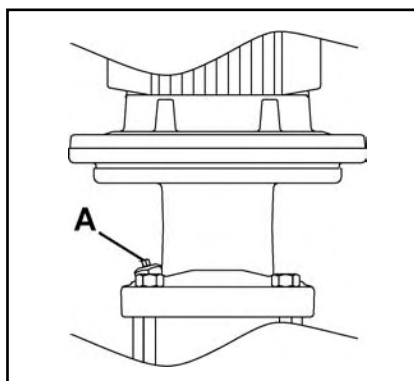

Fig. 6 17526
1. Løsn spædeproppen (A, Fig. 6) 1-2 omgange, indtil der kommer vand og luft ud.